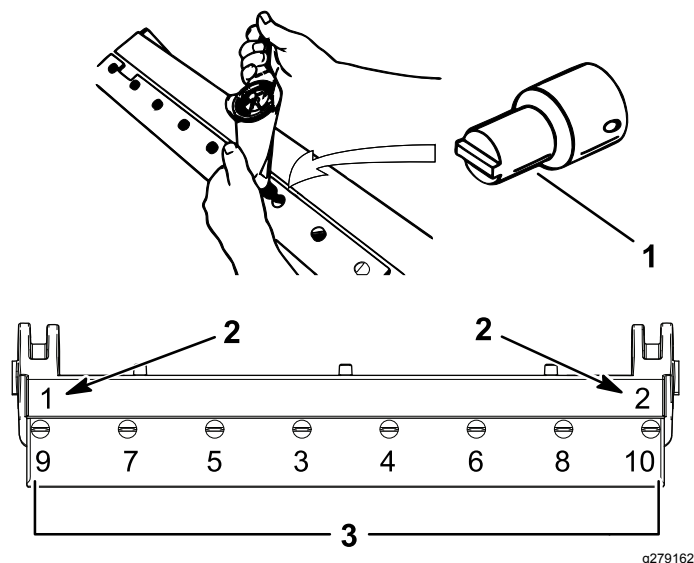

Рисунок 34
- A. Затяните 2 наружных винта с моментом 1 Н·м; см. Рисунок 34.
- В. Затяните винты с моментом 23 до 28 Н·м, начиная от середины неподвижного ножа; см. Рисунок 34